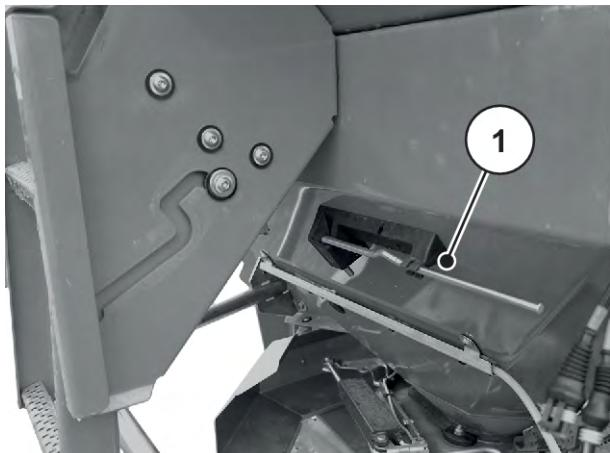

Рис. 27: Розташування регулювального важеля AXIS xx.2
- ▶ Знову вставте важіль регулювання в передбачене для нього кріплення. Див. Рис. 27 Розташування регулювального важеля AXIS xx.2